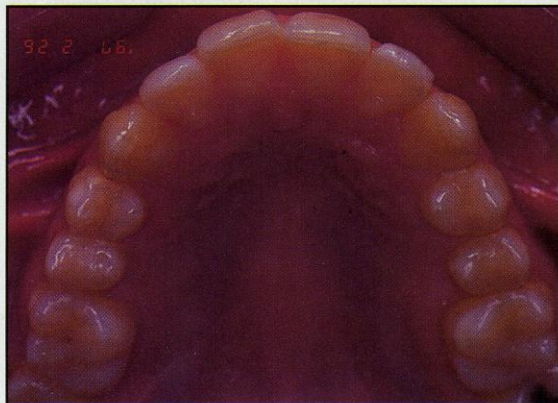

Fig. 1 Recidiva de rotaciones en el segmento anterior del maxilar.
**L**a recidiva de rotaciones en piezas anteriores en el maxilar superior es frecuente después de un tratamiento ortodóncico (Fig. 1). El retenedor activo Osamu1 es un aparato removible transparente que puede corregir la posición individual de un diente durante la fase de retención.